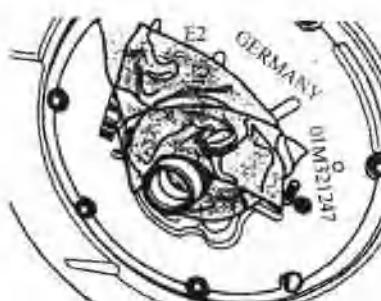
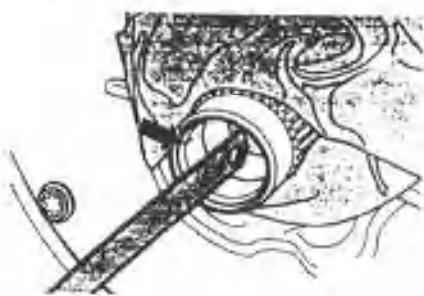

图 5.12 涡轮轴和旁边孔的位置
图 5.13 轴套焊缝的位置
- ③ 通过仔细塞住涡轮轴和旁边的孔来保护变速器，如图 5.12 所示。
- ④ 使用锯条将轴套锯开。
- 注意：不要将锯条置于轴套的接缝处，如图 5.13 箭头所示，确保不要让碎屑进入变速器内。